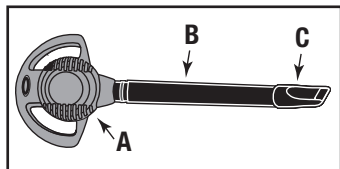

FIGURA 13
26. Inserte el tubo de extensión de 2-1/2" (B) en el escape del soplador (A). Empújelo con firmeza para que encaje en su lugar girándolo ligeramente. Coloque el accesorio deseado (C). **FIGURA 13.**